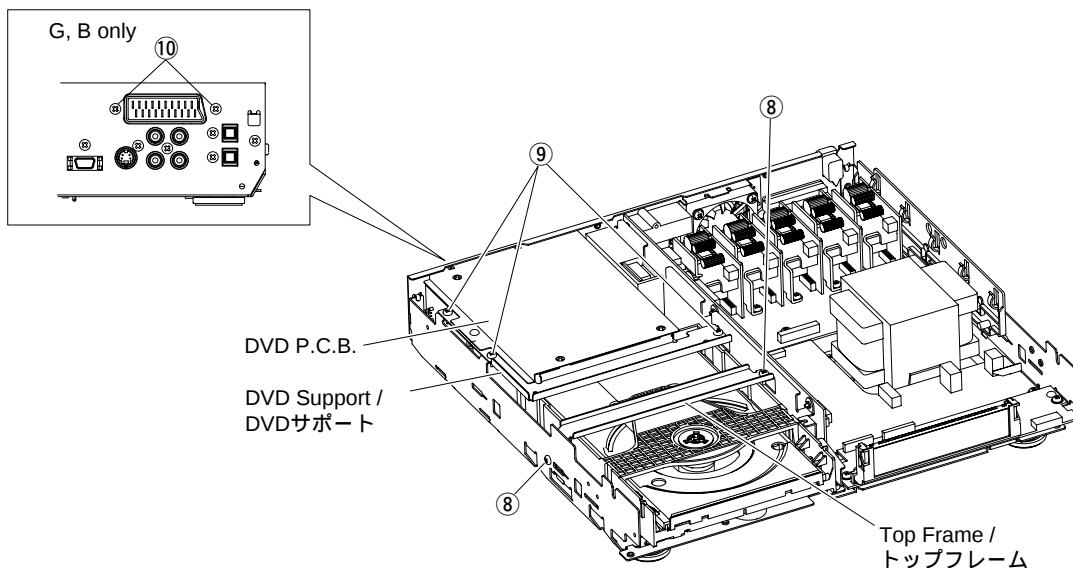

Fig. 5
- a. Remove 2 screws (⑧) and then remove the Top Frame in Fig. 5.
- b. Remove 3 screws (⑨) in Fig. 5.
- c. Remove 2 screws (⑩) in Fig. 5. (G, B only)
- d. Remove the DVD support and the DVD P.C.B. in Fig. 5.
- a. ⑧のネジ2本を外し、トップフレームを外します。(Fig. 5)
- b. ⑨のネジ3本を外します。(Fig. 5)
- c. ⑩のネジ2本を外します。(G, B only)(Fig. 5)
- d. DVDサポート & DVD P.C.B.を外します。(Fig. 5)